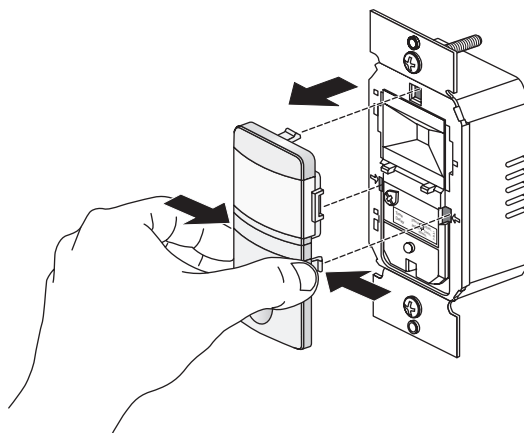

Fig. 5: Retrait de la protection avant
2. Saisissez fermement les bords de la protection avant directement en dessous de la lentille au niveau de l'inscription « open » (ouvrir) (voir la figure 5). Poussez un côté en premier jusqu'à ce qu'il se détache, puis l'autre. Retirez la protection avant de l'unité.
2. Saisissez fermement les bords de la protection avant directement en dessous de la lentille au niveau de l'inscription « open » (ouvrir). Poussez un côté en premier jusqu'à ce qu'il se détache, puis l'autre. Retirez la protection avant de l'unité (voir la figure 5).